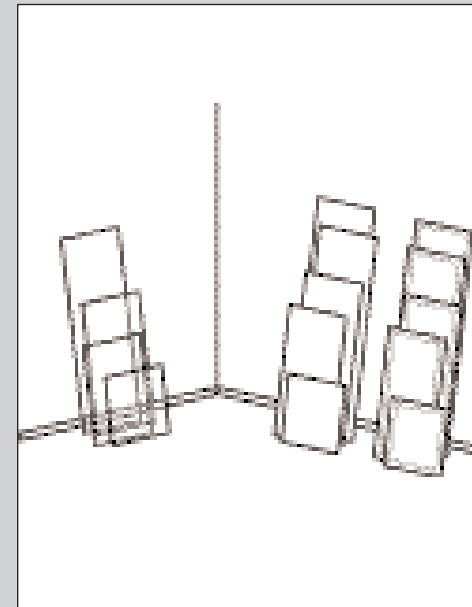

ABBILDUNG 1
2. Ordnen Sie sämtliche Einzelteile. Dies erleichtert die spätere Arbeit (siehe Abb. 1).